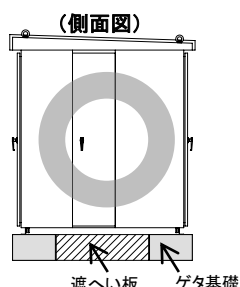

図1 ゲタ基礎(前後)
(3) 基 礎
- ① 基礎構造は、基本的にキュービクル底面全体が基礎に載る構造としてください。
- ② ゲタ基礎構造とする場合は、キュービクル前後底面が載る構造（図 1 参照）としてください。
- ・ キュービクル底板部には換気口があるため、強い風雨時内部に雨水が浸入するおそれがあります。施工の際は、風雨の浸入がないようゲタ基礎の両端を遮へいするなどの配慮をお願いします。（図 1）
- ③ キュービクル下部に広い空洞がある場所への設置またはゲタ基礎・架台による設置の場合は、雨水などにより生じた湿気がこもり、底板換気口よりキュービクル内部に流入しやすくなります。この場合、基礎をベタ基礎もしくはベース底面を塞ぐように施工していただき、キュービクル前後の換気口より換気できるようにすれば、底板底面からの湿気流入防止に効果的です。